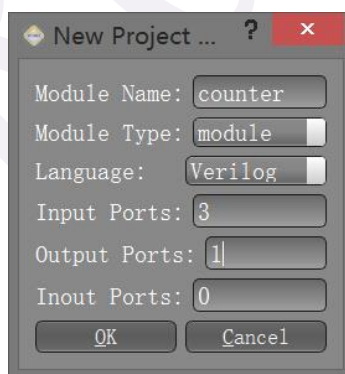

图 2-2-2 新建一个项目
(1) 新建一个模型。点击工具栏上的  图标，或者点击菜单“File”然后在下拉菜单中选择“New”，会有一个对话框弹出来（如图 2-2-2 所示）。在弹出的对话框中设置你所设计的模型。